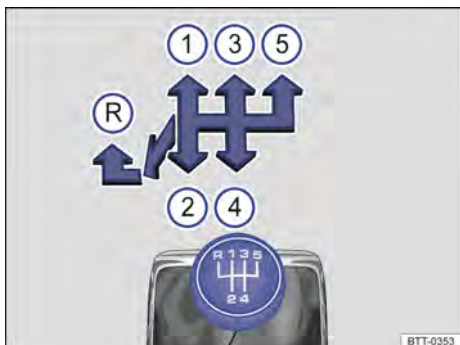

Fig. 88 Esquema de troca de marchas da transmissão manual de 5 marchas.
As posições de cada marcha estão representadas na alavanca de troca de marcha → Fig. 88.
- Empurrar a alavanca de troca de marcha totalmente para a esquerda e depois para frente até a posição da marcha a ré → Fig. 88 (R).